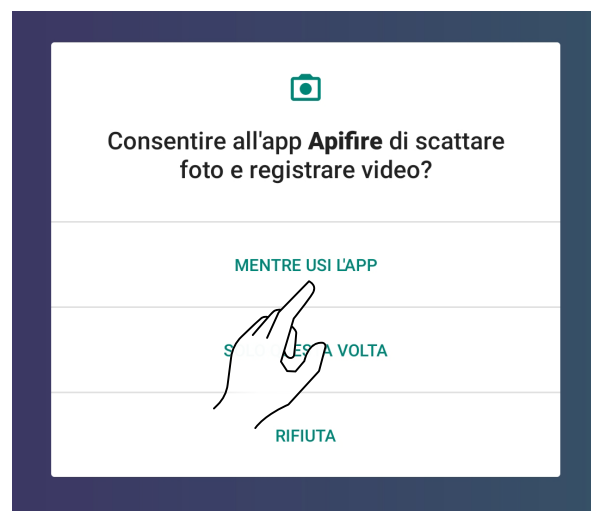

Fig. 8.1
- di aver scansionato correttamente il codice QR. Controllare l'autorizzazione di ApiFire all'utilizzo della fotocamera, se non concesso, l'inquadratura resta completamente nera; quindi modificare le autorizzazioni come evidenziato in Fig. 8.1 e 8.2, o inserire manualmente il codice a 16 cifre;